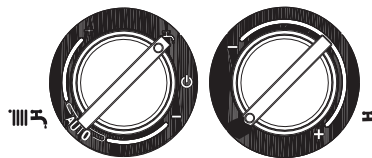

Рис. 4.8
**СЛУЧАЙ С** только отопление + внешний бойлер с датчиком NTC: для регулирования температуры сан-тех. воды, находящейся в бойлере, поверните ручку с символом  (рис. 4.8) внутрь области, отмеченной знаками + и -.